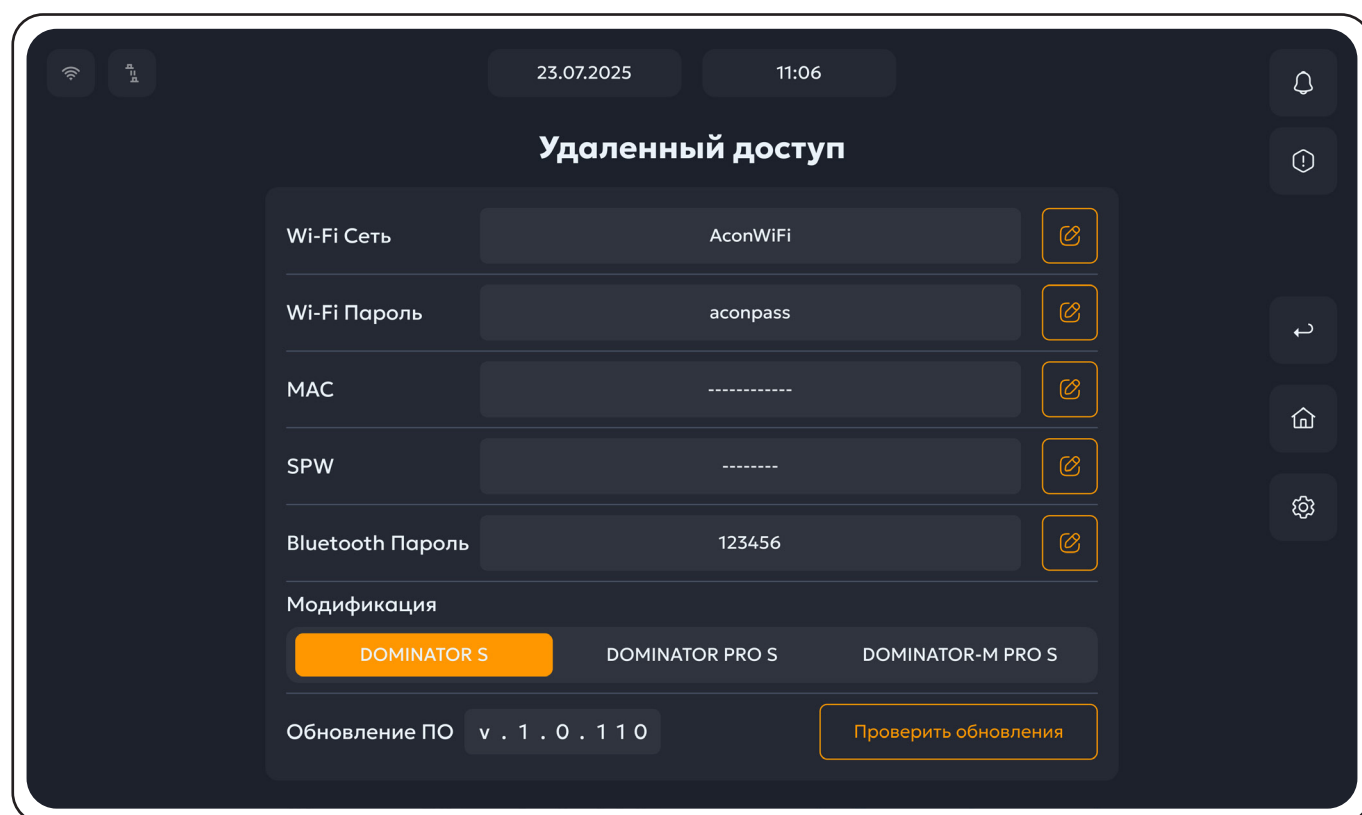

Рисунок 66. Меню пункта **Удаленный доступ**.
2. Выбрать пункт **Удаленный доступ**, после чего откроется следующее меню (рис.66):